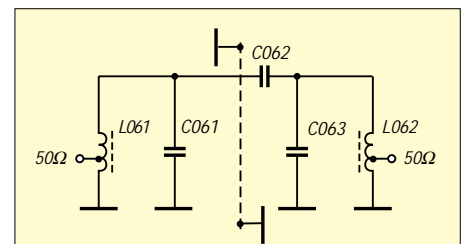

Bild 31: Erprobter Aufbau des zweikreisigen Bandpaßfilters für 6 m; die Abschirmwand ist auf beiden Seiten zu erten; Bauelementewerte siehe Tabelle 7.
- Demzufolge wird hier ein Abschirmblech zum Muß. Beim Aufbau auf einer einseitigen Platine muß dieses an beiden Enden gerdet werden, wie Bild 31 andeutet.